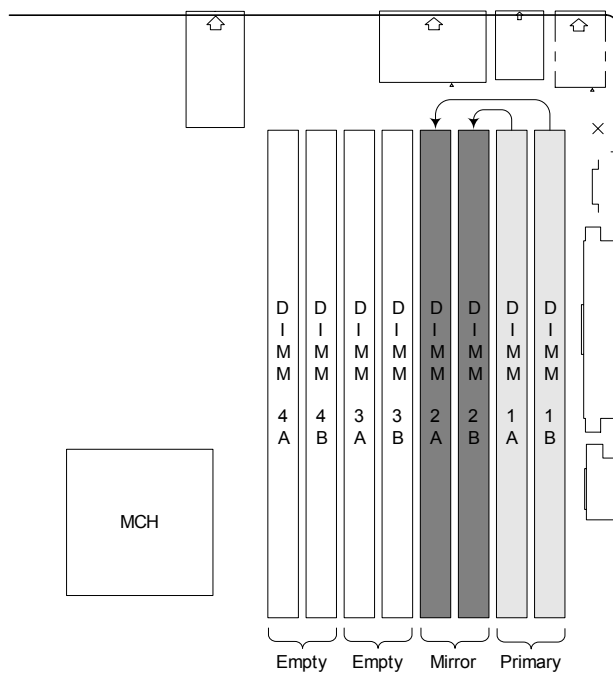

Рисунок 6. Конфигурация из четырех модулей DIMM
- Четыре модуля DIMM для идентичных устройств (два на канал). Ссылка на Рисунок 6, модули DIMM, установленные в разъемы 1A, 2A, 1B и 2B, должны быть идентичными.